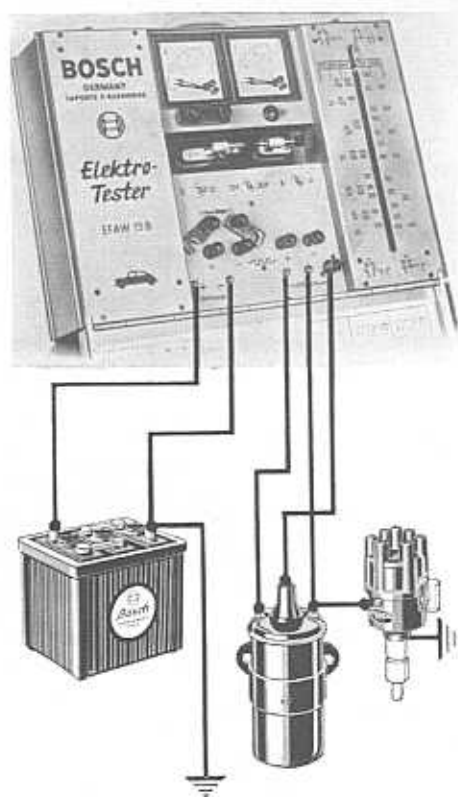

Bild 17
b) **Kondensator am Zündverteiler** (Bild 17)